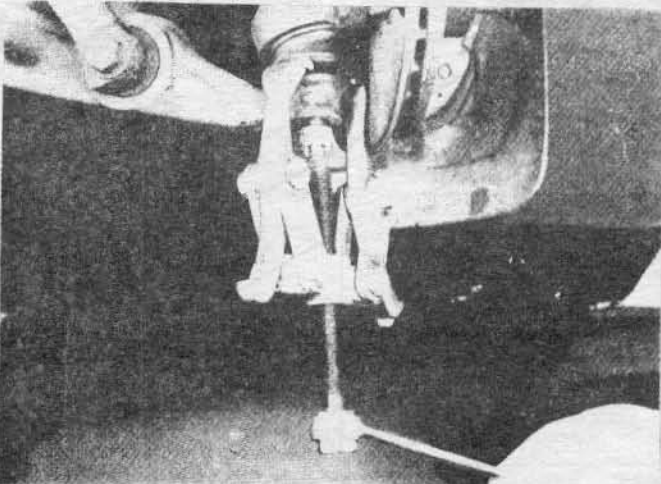

Рис. 11.4 Демонтаж шаровой опоры съёмником.
5. Снимите шплинт с корончатой гайки нижнего шарового пальца. Отпустите гайку. Съёмником удалите нижний рычаг с шаровой опоры поворотного кулака (см. рис. 11.4).